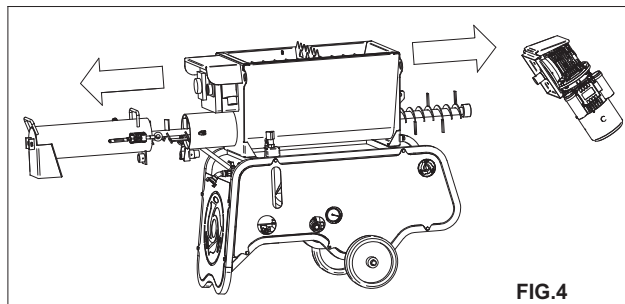

FIG.4
6. SECURITE ELECTRIQUE (voir fig.4)
Pour faciliter son transport, la machine peut être décomposée comme indiqué sur la fig.4